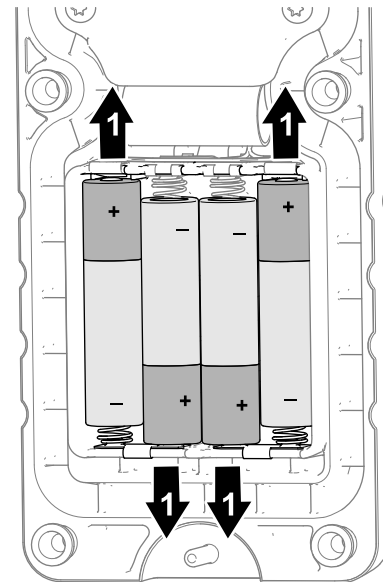

Figura 53
- Observando la polaridad de las baterías, como se muestra en la Figura 53, introduzca las baterías nuevas en los alojamientos.
Nota: Al instalar las baterías, observe la polaridad correcta (Figura 53) marcada en relieve en el compartimento de las baterías para evitar dañar los alojamientos. Si las baterías se instalan de forma incorrecta, la máquina no sufrirá daños, pero el control remoto no funcionará.